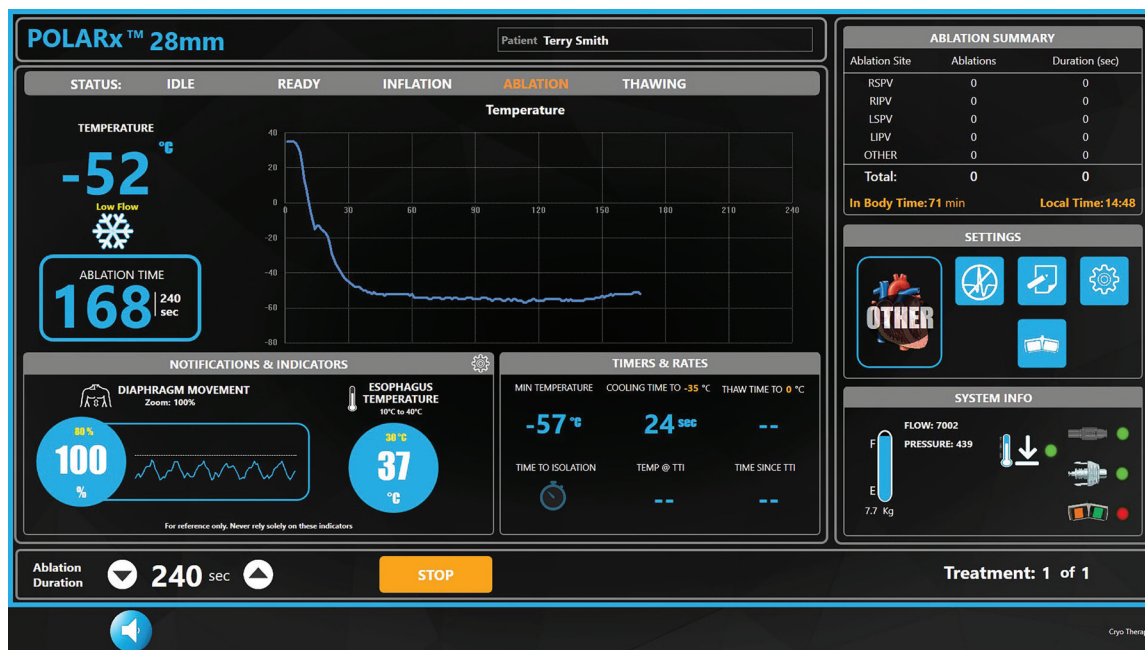

Figure 18. Le débit faible est activé.
- Le cas échéant, appuyer sur le bouton Low Flow (Débit faible) pour réduire le débit au cathéter de 10 %. Lorsque le Low Flow (Débit faible) est activé, un indicateur de **Low Flow** (Débit faible) s'affiche sous la **TEMPERATURE** (Température) du ballonnet et le bouton de débit réduit disparaît (voir Figure 18).